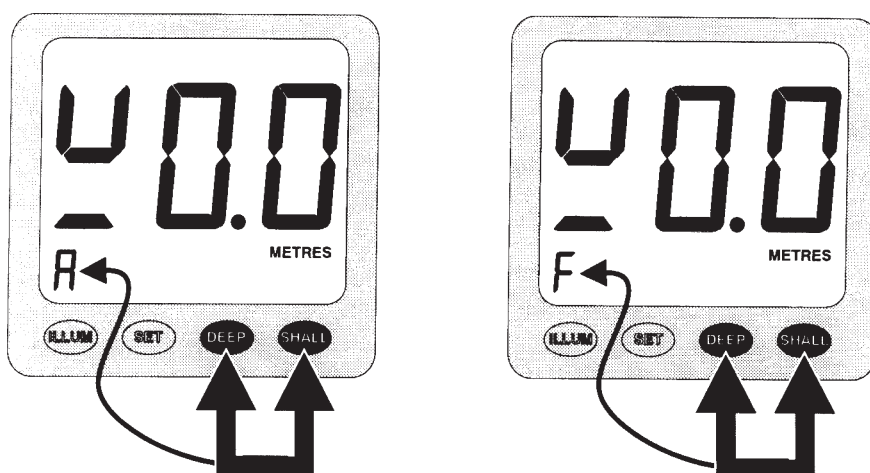

Рис. 11 Переключение между выводом мгновенных и усредненных значения глубины
Заводской установкой является вывод на экран мгновенных значений глубины (F). Нажав одновременно кнопки **DEEP** и **SHELL**, Вы можете переключить прибор в режим вывода усредненных значений (A). Обратное переключение производится повторным нажатием тех же кнопок. Индикатор текущего режима работы прибора высвечивается в левом нижнем углу экрана (см. рис. 11).